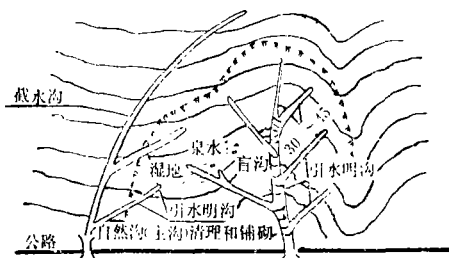

图1 滑坡体树枝状排水系统平面示意图
②在滑坡范围内设置树枝状引水沟和排水沟,如图1所示。将松散的表面夯实,用胶泥或砂浆填塞裂缝,以防地表水下渗。